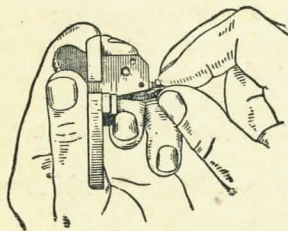

Рис. 81. Как вынуть шептало
**отделить шептало и разобшитель:** наложив большой палец левой руки на курок, а указательный на задние концы перьев, слегка отодвигая (взводя) курок, заточенной спичкой (палочкой) вытолкнуть ось шептала, вынуть шептало и разобшитель из колодки (рис. 81);